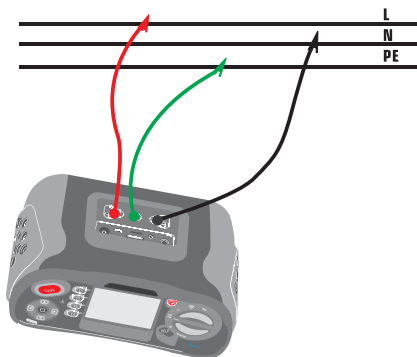

Abbildung 8 Anschluss der Hi Ampere LOOP-Testleitung
- 3 - Messleitungen wie in Abbildung 8 dargestellt anschließen